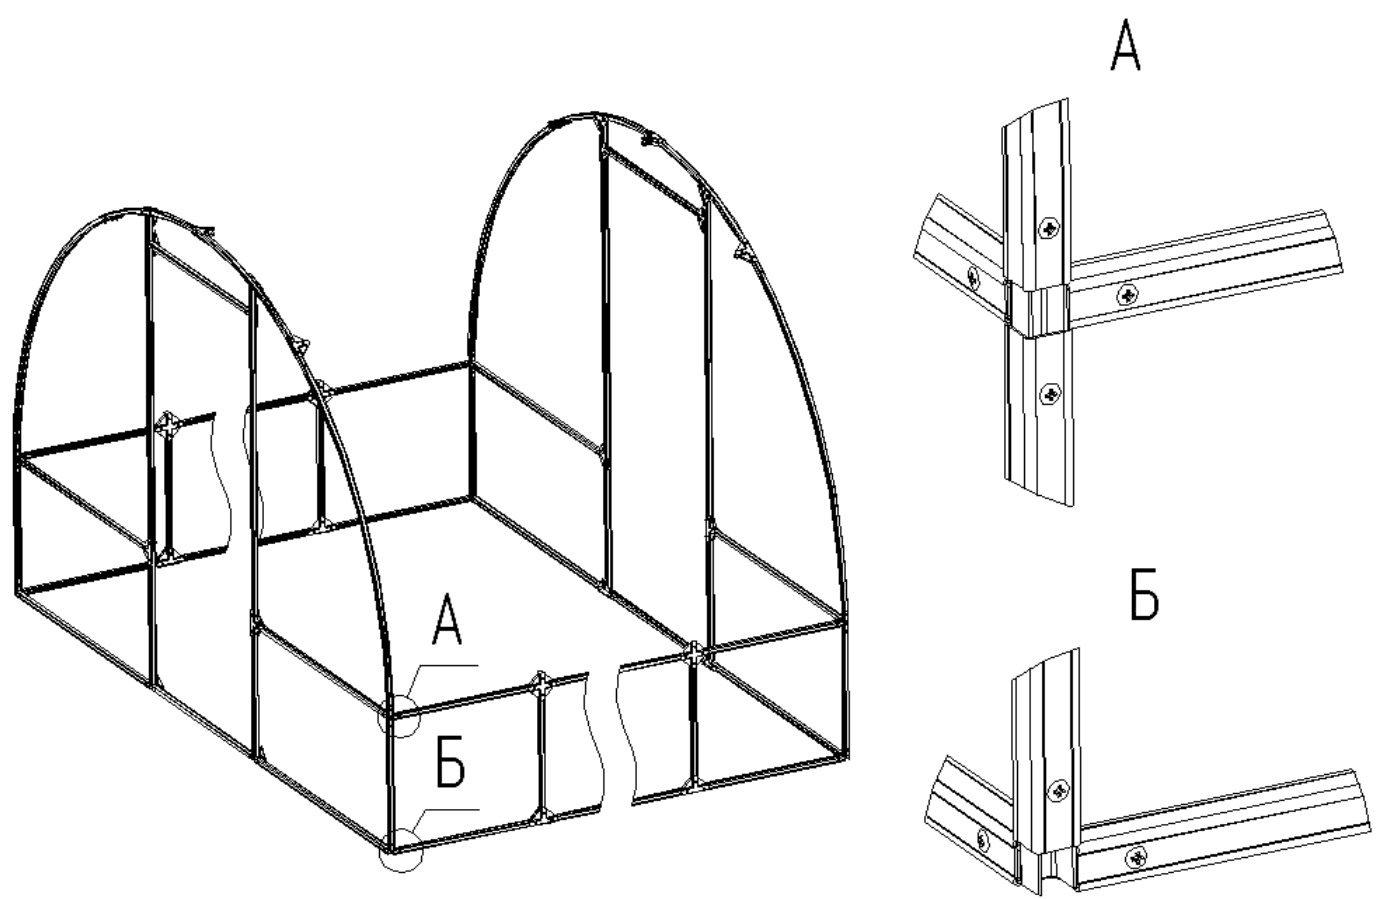

Рис. 3
6.3 Соедините боковые элементы с готовыми торцами (рис. 3), после чего установите на места крайние полудуги. Далее устанавливается ряд боковых стрингеров 1, полудуги средние 4 и завершающий ряд боковых стрингеров 1, замыкающих арку каркаса теплицы (рис. 4).